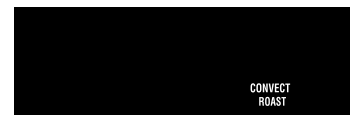

Fig. 3
3. Press start (See Fig. 3).	start